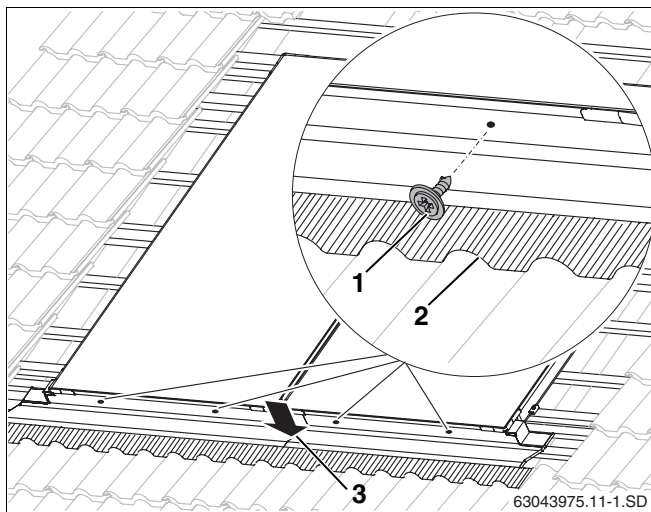

Fig. 47 Fixação das chapas inferiores
- ▶ Fixar as chapas nas granulações com parafusos (12 mm de comprimento, fig. 47, **item 1**) e anilhas de vedação.
- ▶ Comprimir chapa de cobertura superior sobre a que está em baixo (fig. 47, **item 3**).
- ▶ Ajustar os aventais de chumbo na zona dianteira ao contorno das telhas (fig. 47, **item 2**).